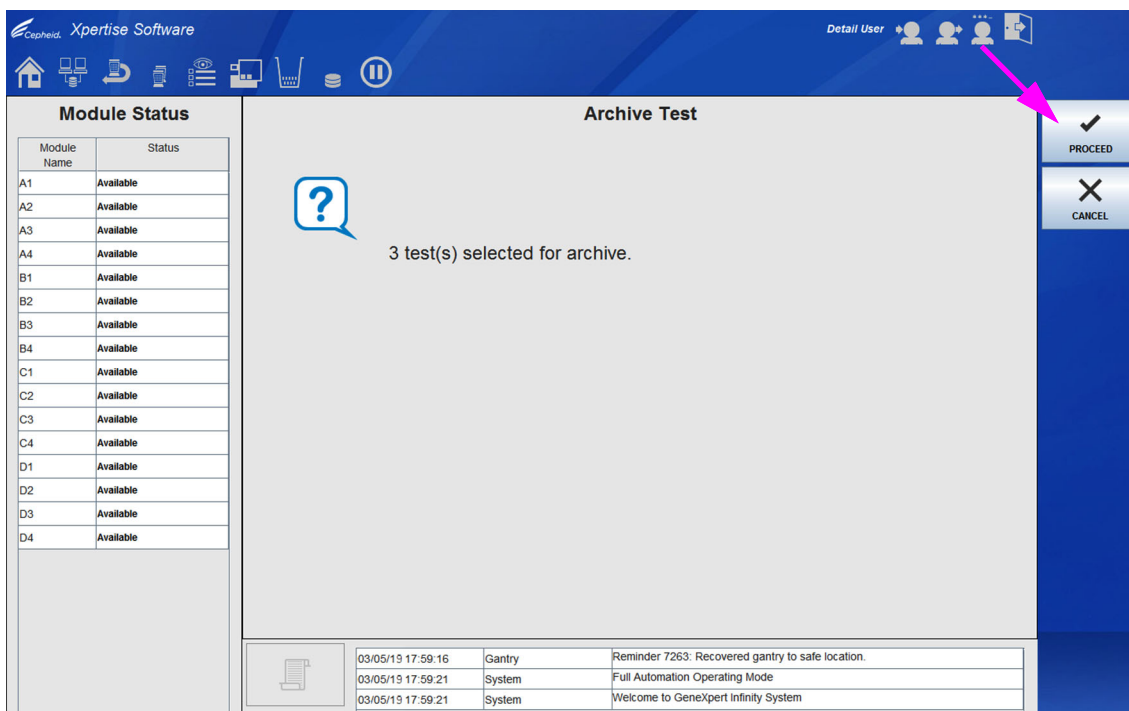
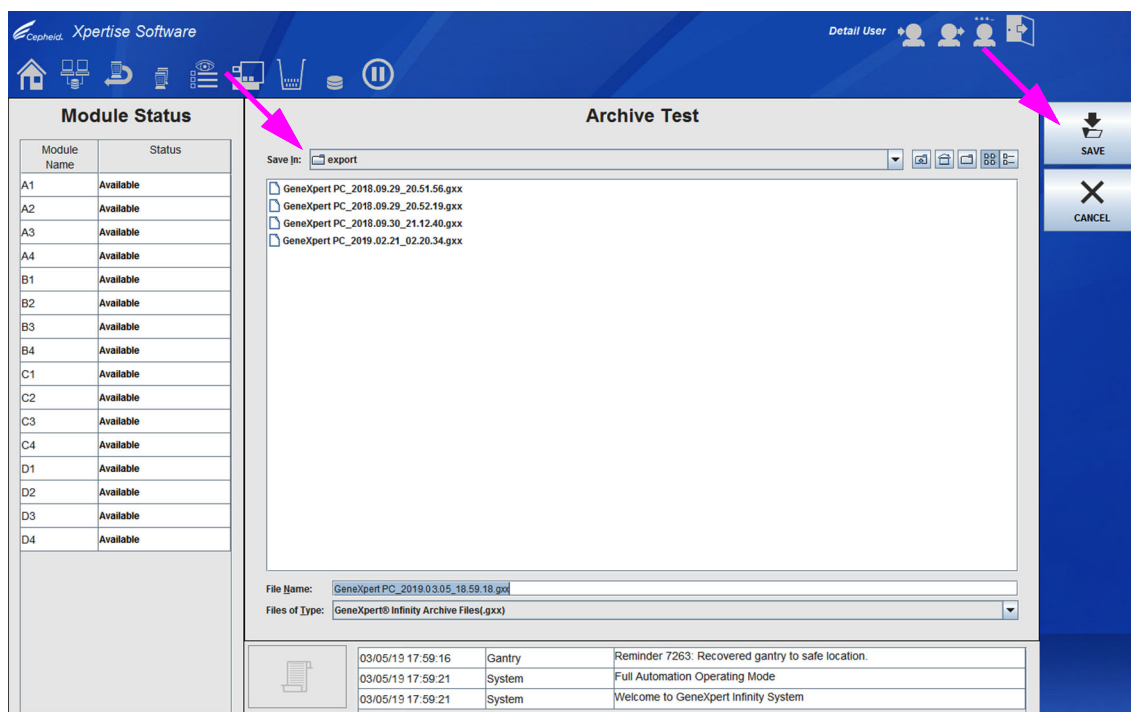

図 5-134. テストのアーカイブワークスペース、確認
図 5-135. テストのアーカイブ場所を示すテストのアーカイブワークスペース
3. **OK** ボタンを選択します（図 5-133 を参照）。確認（Confirmation）ワークスペースが表示されます。図 5-134 を参照してください。
4. **続行（PROCEED）** ボタンを選択します（図 5-134 を参照）。テストのアーカイブ 保存（Archive Test Save）ワークスペースが表示されます。図 5-135 を参照。
5. **保存先（Save In）** を使用します：ドロップダウンを使用して、アーカイブ（.gxx）ファイルを保存するフォルダを見つけて選択し、アーカイブファイルの名前を入力して、**保存（SAVE）** ボタンを選択します。図 5-135 を参照。